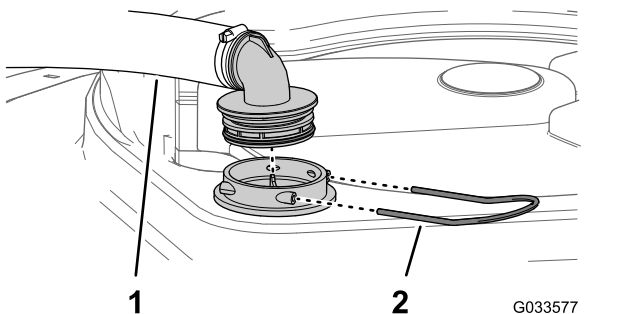

Bild 46
2. Nehmen Sie oben am Sprühbehälter den Halter ab, mit dem das Schlauchanschlussstück befestigt ist, das am dicken Schlauch und dem Filtergehäuse angeschlossen ist (Bild 46).
3. Nehmen Sie den Schlauch und das Schlauchanschlussstück vom Filtergehäuse ab (Bild 46).